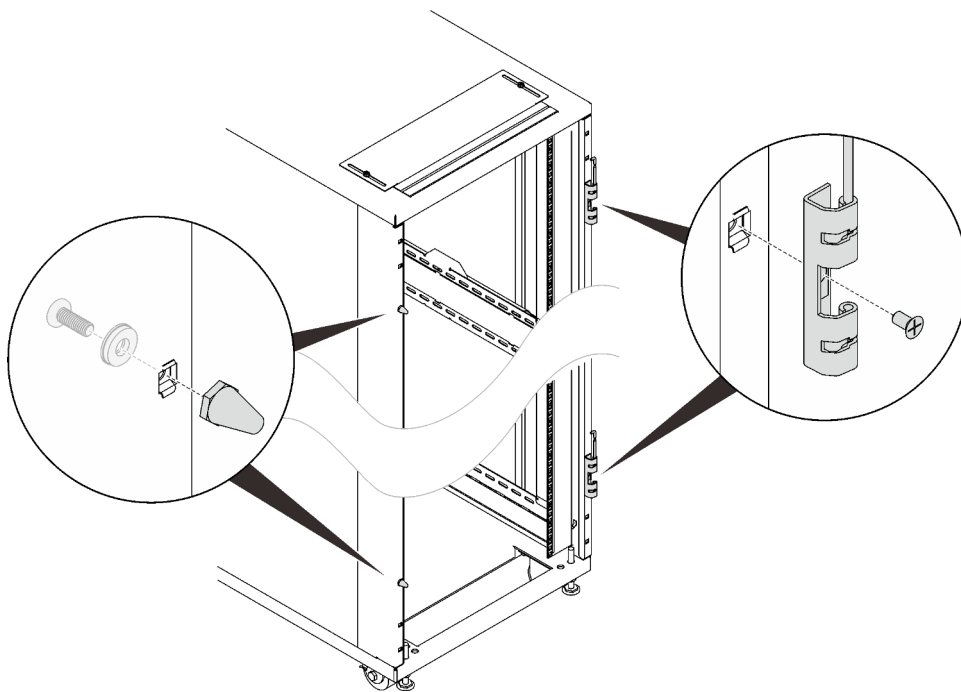

Figura 8. Removendo as dobradiças e batentes das portas
- Depois de definir a taxa de fluxo total para todos os trocadores de calor usando um medidor de vazão conforme descrito anteriormente, é importante projetar o encanamento para que ele forneça a taxa de fluxo desejada para cada trocador de calor e forneça uma maneira de verificar a taxa de fluxo. A Figura 5 na página 16 à Figura 8 na página 19 ilustram o uso de ajustadores de circuito para ajustar a vazão para cada trocador de calor. Outros métodos, como medidores de vazão em linha ou externos, podem fornecer um método mais preciso para ajustar a vazão através das válvulas de desligamento individuais.